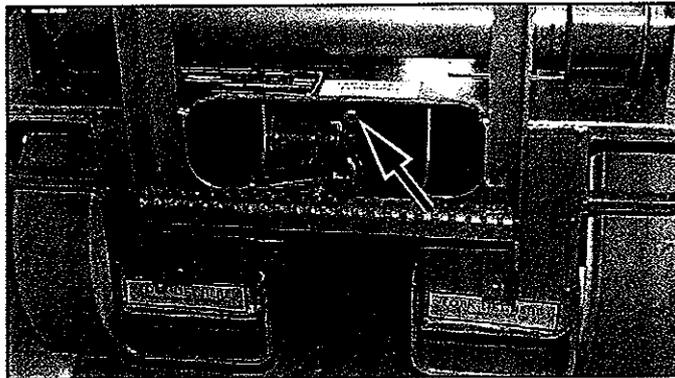

Figura 3: Maneta de la Válvula de Bajada de Emergencia
15. Abra la Válvula de Bajada de Emergencia del Chasis (Figura 3), tirando de la maneta hacia fuera y manteniéndola en esa posición, para comprobar el correcto funcionamiento de la misma. Una vez que la plataforma está completamente bajada, cierre la válvula soltando la maneta.
Pida a una persona que esté en el suelo que abra la Válvula de Bajada de Emergencia (Figura 3) para bajar la plataforma. Esta válvula se abre con la maneta situada en la parte trasera de la máquina.